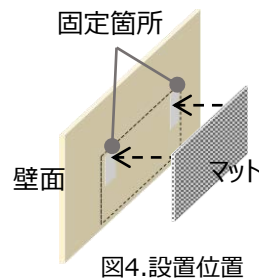
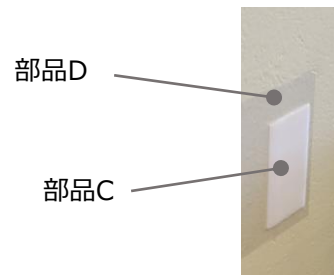

図4. 設置位置
図5. 固定位置
1. マット1枚を使い設置位置を定め (図4)、上部両端2箇所の固定箇所部品Dを貼り、その上から部品Cを貼ります (図5)。